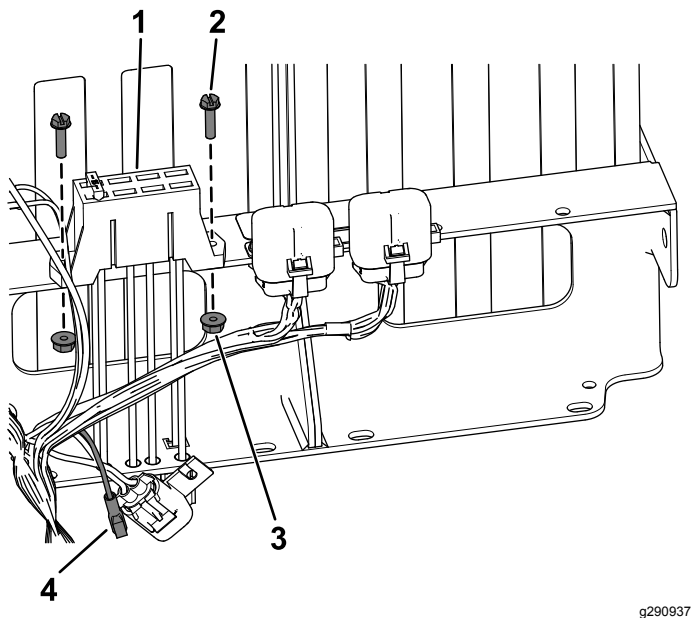

Bild 18
- Befestigen Sie den neuen Sicherungsblock mit den zwei Sechskant-Scheibenkopfschrauben (#10 x 3/4") und zwei gezahnten Muttern (#10) wie in **dargestellt**, gilt für Maschinen ab Seriennummer 403448001 **Bild 18**.
2. Verbinden Sie die Buchse am Kabelbaum mit dem neuen Sicherungsblock (), gilt für Maschinen ab der Seriennummer 403448001 **Bild 18**